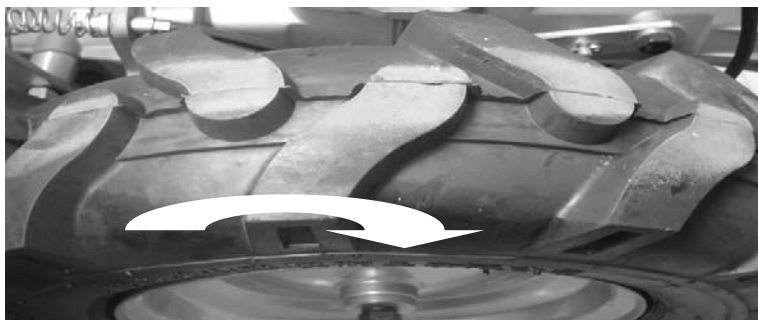

Figura 29
1. Antes de conectar accesorios, debe primero comprobar orientación del neumático si está de acuerdo con el de rotación. Ver figura 29.